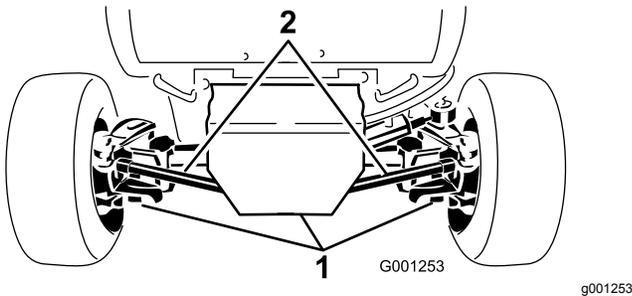

Figura 61
- Limpie la zona alrededor de los tres tapones de vaciado (Figura 61).